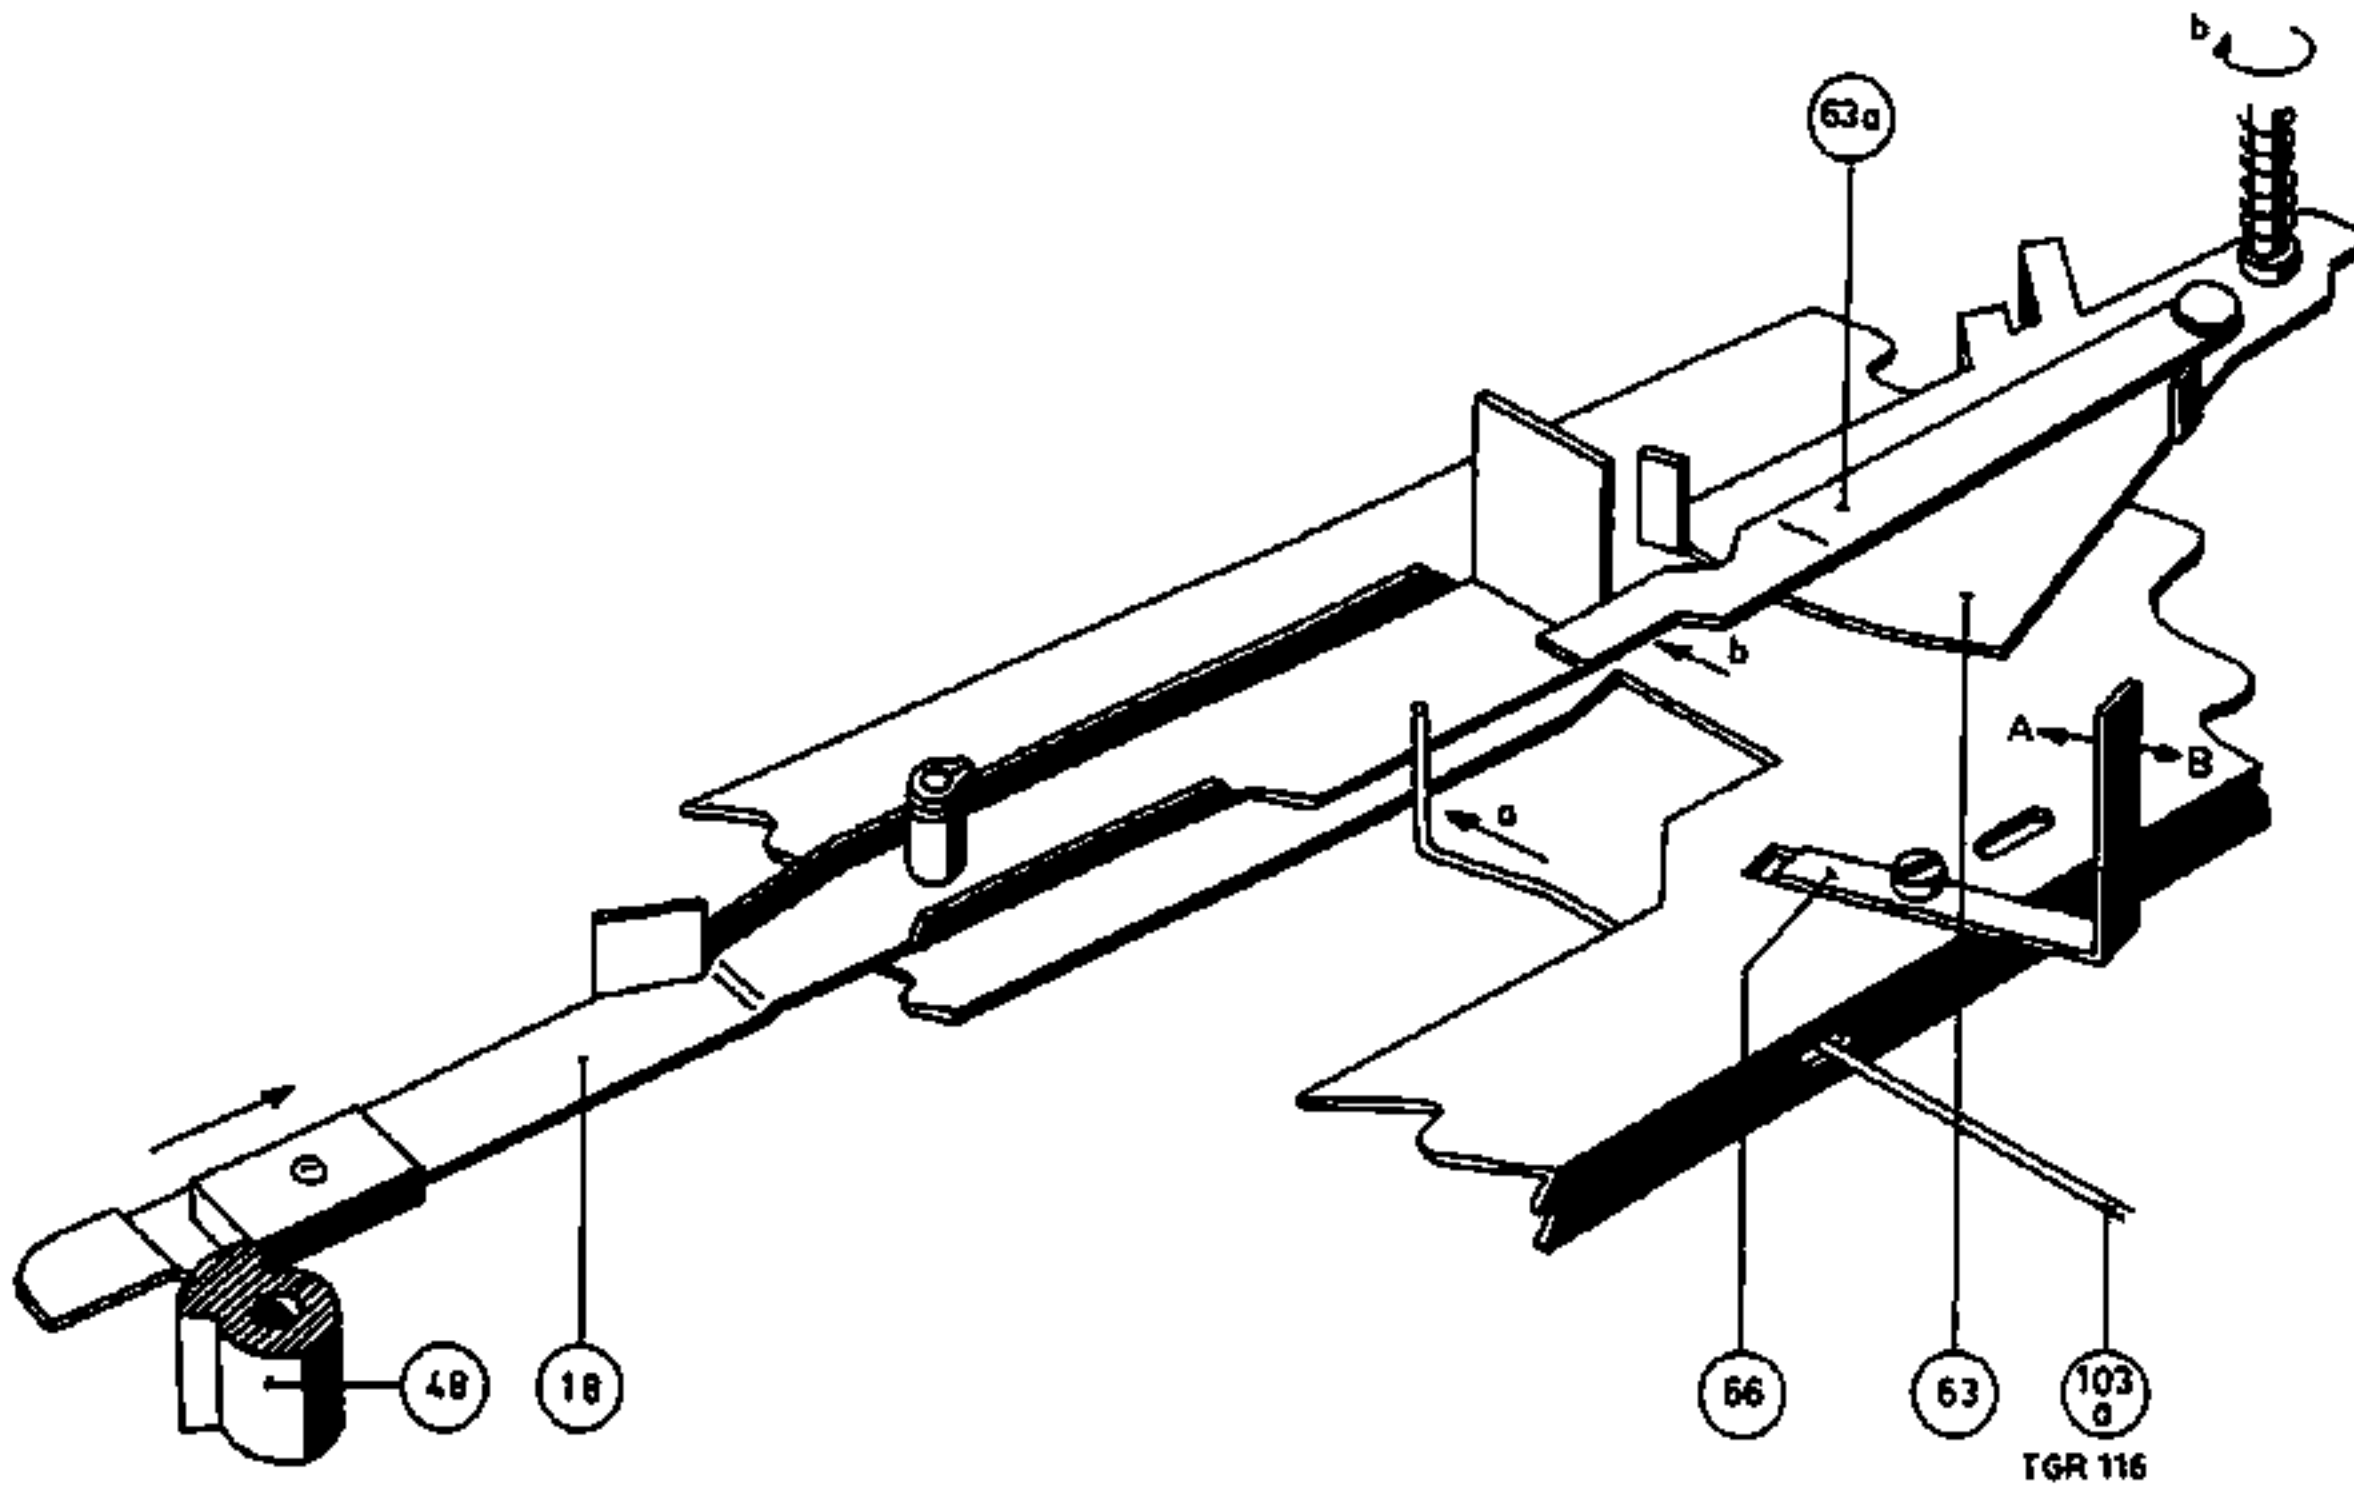

Fig. 10
- Wanneer de naald in de uitloopprijs van de plaat komt, want dan stoot de frictiebeugel pos. 63a tegen de taster aan, waardoor deze verdraait en tegen de nok van de draaitafel komt, zie fig. 10.
Beginnt de wisselcyclus te laat of in het geheel niet, dan moet de verticale lip van beugel 66 in de richting a verbogen worden; begint hij te vroeg, dan in richting b, zie fig. 10.